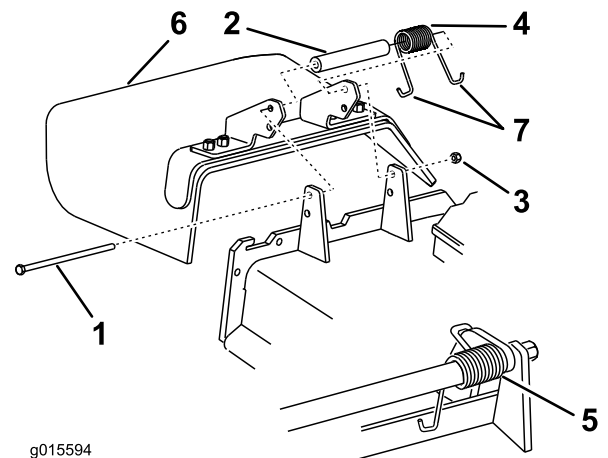

Figura 56
3. Retire la contratuerca, el perno, el muelle y el espaciador que sujetan el deflector a los soportes de pivote (Figura 56).
4. Retire el deflector de hierba dañado o desgastado (Figura 56).
antes de instalar el perno, como se muestra en la Figura 56.
8. Coloque un extremo en J del muelle alrededor del deflector de hierba (Figura 56).